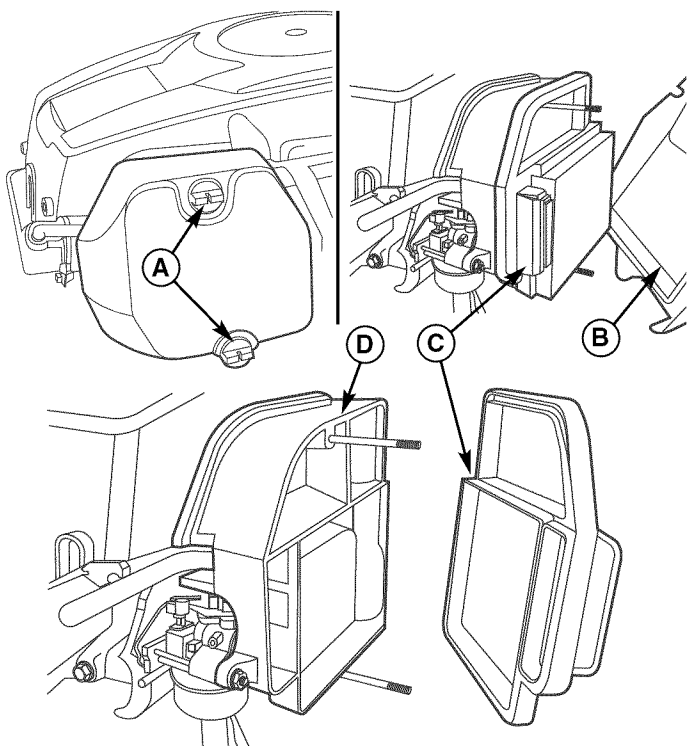

Figura 30. Ensamble del filtro de aceite
1. Afloje los botones de la cubierta del filtro de aire (A, Figura 30) y remueva la cubierta (B). Limpie cualquier residuo alrededor del filtro de aire. Inspeccione la condición de las superficies de sellamiento del elemento del filtro de aire (C) y de la base del filtro (D). Reemplace cualquier parte dañada.
2. Remueva el elemento del filtro de aire (C).
3. Instale el elemento del filtro de aire nuevo con el lado plisado hacia afuera y asíntelo en los bordes de la base del purificador de aire (D).
4. Reinstale la cubierta del filtro de aire (B) y asegúrela con los dos botones (A).